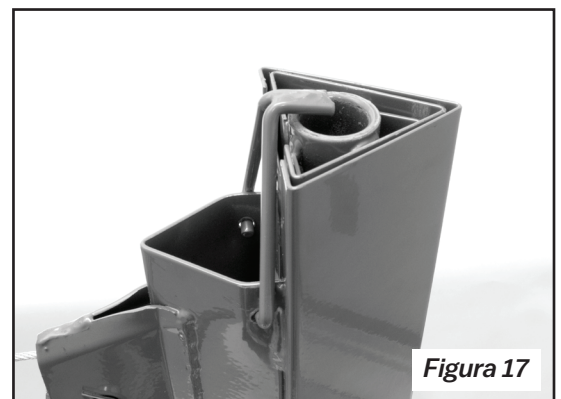

Figura 17
GANCHO DE SUJECIÓN (Figura 17)
8. Baje las secciones telescópicas completamente. Gire el gancho de sujeción hacia arriba como se muestra y suba ligeramente las secciones telescópicas hasta que queden aseguradas con el gancho (Figura 17).